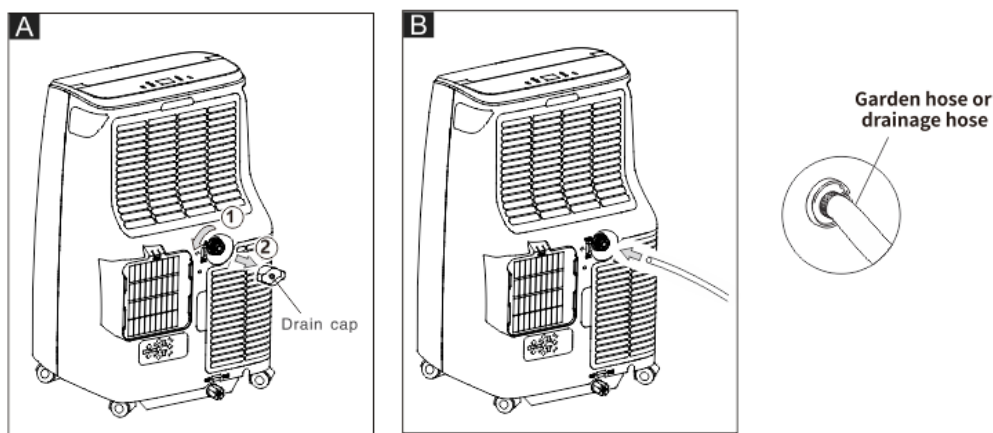

Abbildung 22
- Entfernen sie den Verschluss des mittleren Kondensatablasses; und halten sie eine Auffangschale bereit. Möglicherweise tritt etwas Kondenswasser aus - Abbildung 22.
- Schließen den Ablaufschlauch an (eventuell nicht mitgeliefert) - Abbildung 22